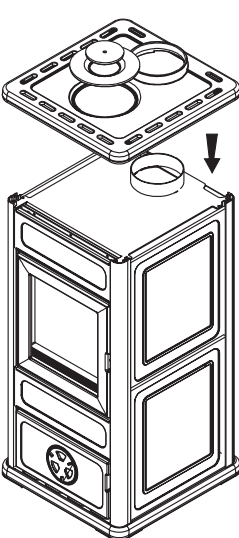

fig. 6
- asezati capacul pe cadru si stangeti cele 4 suruburi (fig. 6)